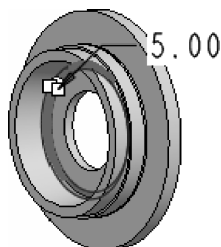

图 7-122 倒圆角 2
- (5) 选择如图 7-122 所示的边线，在操控板【圆角半径】组合框中将半径值修改为“5”，在图形区单击鼠标中键完成倒圆角。
- (6) 单击【工程特征】工具栏中的【孔】按钮，弹出【孔】操控板。
- (7) 选项模型右端面为钻孔面。注意：选择右端面时，一般需要在欲创建孔的大体中心位